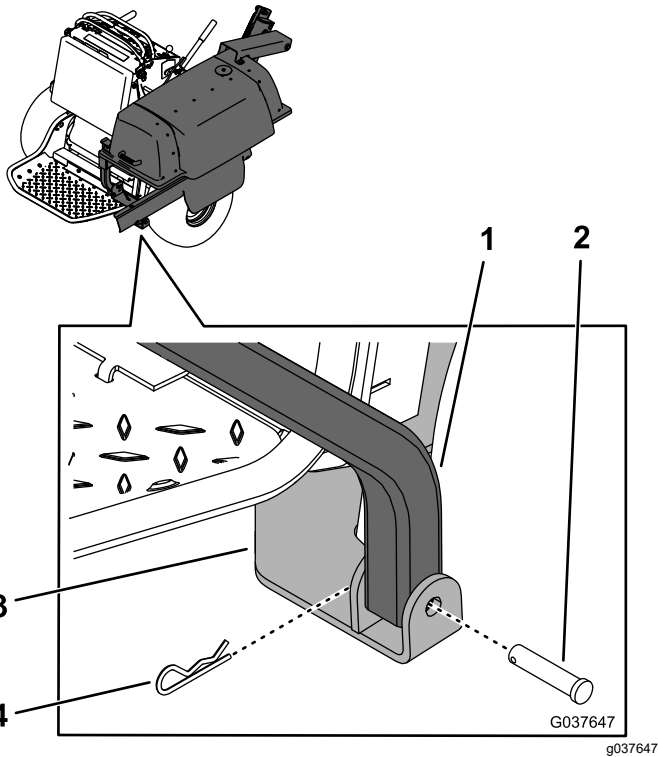

図 13
- 誰かに手伝ってもらってバガーフレームを持ち上げ、フレームの後部下側を、下側取り付けブラケットに固定するクレビスピンとヘアピンコッターを使用する図 13。